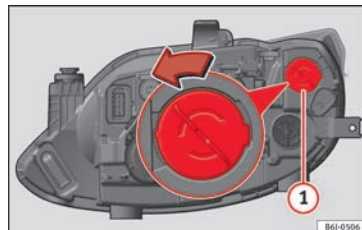
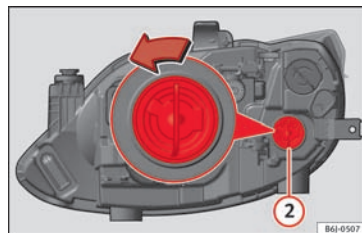

Fig. 91 Blinklys i halogenforlygte
Fig. 92 Dagskørellys i enkelt forlygte
- Drej pæreholderen » Fig. 91 ① eller » Fig. 92 ② mod venstre, og træk i den.